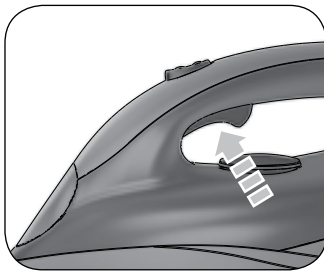
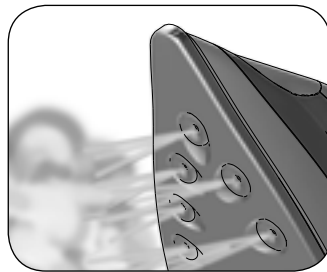

Fig. 7
Fig. 9
Premere l'interruttore di accensione ferro/caldaia (L) Fig. 6. Posizionare la manopola di regolazione della temperatura (H) alla temperatura desiderata. Al primo utilizzo, dopo il riempimento del serbatoio, è necessario regolare la manopola di regolazione della temperatura (H) oltre il simbolo (●●●) e premere il pulsante erogazione vapore (G) Fig. 7 finché il ferro non emette vapore (circa un minuto) Fig. 9. Ora il ferro è pronto per l'uso.